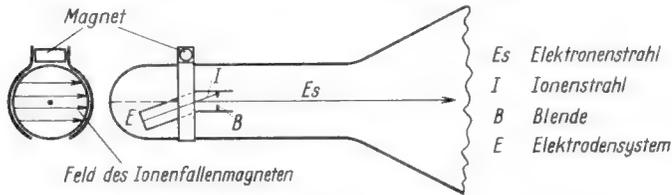

Bild 13. Fokussierung durch eine Ionenfalle
**b) Schrägstellung des Elektrodensystems (Bild 13).**
Das Elektrodensystem ist geknickt. Über den Hals der Bildröhre ist ein Ionenfallmagnet geschoben. Sein Feld steht im Längsschnitt von Bild 13 senkrecht zur Zeichenebene. Nach der rechten Hand-Regel gelingt es dem schwachen Magnetfeld, die Elektronen so abzulenken, daß sie durch die Blende B hindurch zum Bildschirm gelangen können. Die schweren Ionen erfahren keine bzw. keine merkliche Ablenkung und werden von der Blende B aufgefangen.